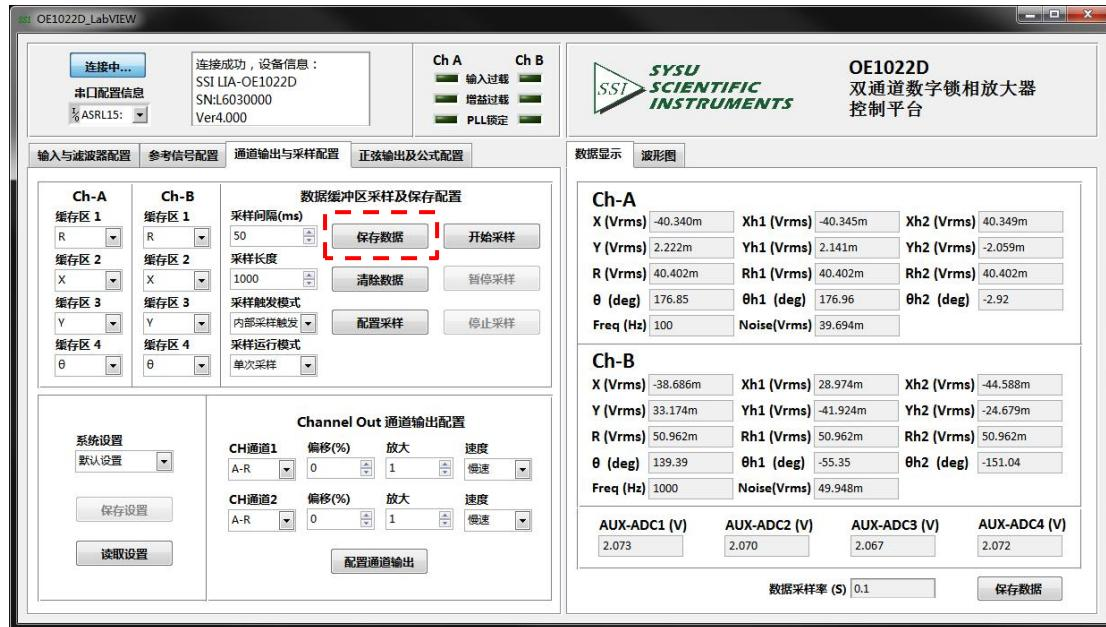

图 85. 保存采集数据
- 当进度条时跑到 100% 时，进度条会消失不显示，表示 OE1022D 已经完成数据采集，此时若想保存数据，则点击图 85 红框的“保存数据”按钮：